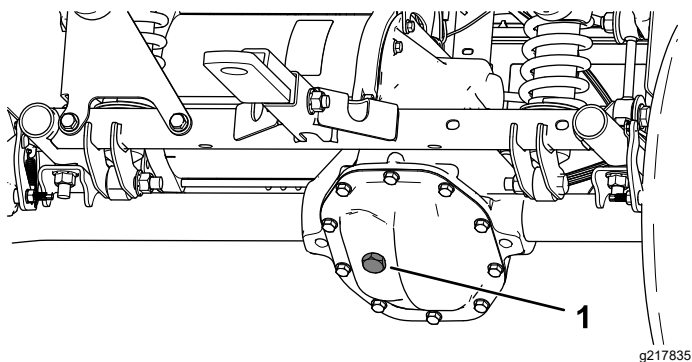

Figura 50
4. Togliete il tappo di riempimento sul transaxle (Figura 50).
5. Se il livello del fluido è basso, togliete il tappo di riempimento e aggiungete il fluido specificato finché non fuoriesce (Figura 50).
4. Togliete il tappo di riempimento sul transaxle e riempite il transaxle con il fluido indicato sinché non fuoriesce dal foro di riempimento (Figura 50).